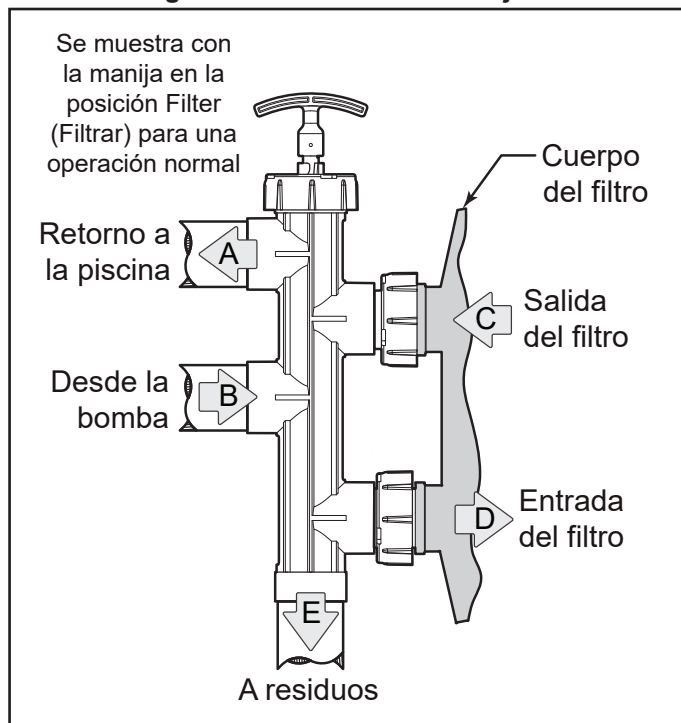

Figura 2. BWVL-SLD-75 instalada
9. Sostenga la válvula de corredera en posición vertical y colóquela en los puertos del filtro. Consulte la Figura 2.
8. Regrese la manija de la válvula a la posición de operación normal. Consulte la Figura 2.